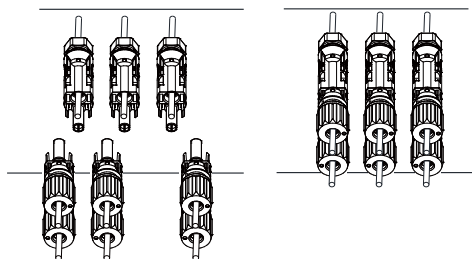

Abb. 6.6 DC-Eingangsanschluss
d) Stecken Sie schließlich den DC-Stecker in den positiven und negativen Batterieeingang des Wechselrichters, wie in Abbildung 6.6 dargestellt.